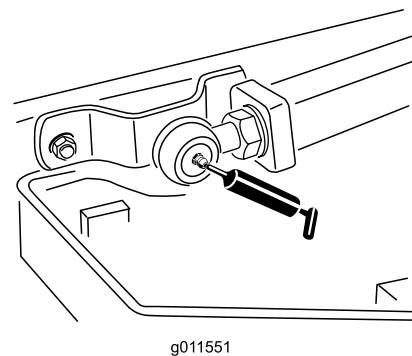

Figura 80
- 2 giunti a sfera del braccio di sollevamento (Figura 80)